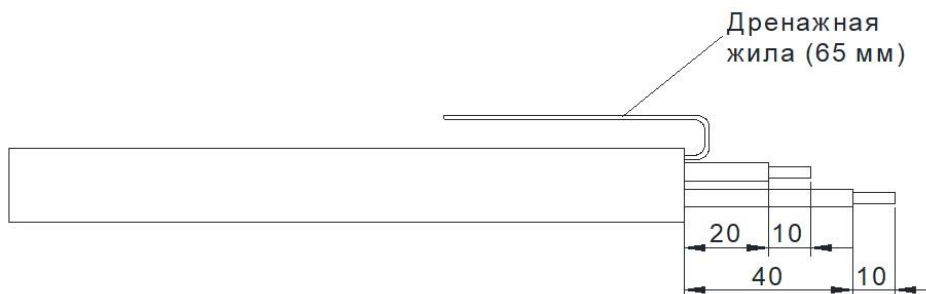

Рисунок 2
2.8. Для подготовки нагревательного кабеля к соединению с другой стороны необходимо: удалить оболочку на длине 65 мм от края нагревательного кабеля, удалить фольгу, одну из изолированных жил укоротить на 15 мм, вторую изолированную жилу укоротить на 35 мм, зачистить изоляцию обеих жил на длине 10 мм. Рисунок 2.